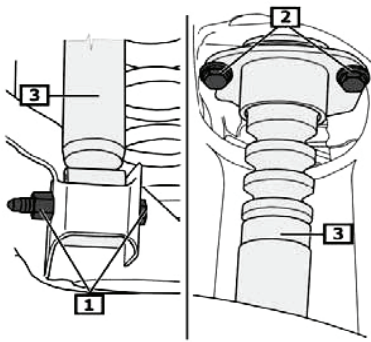
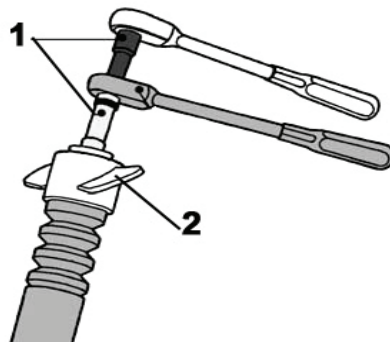

Fig. 8:
Fig. 9:
- **Fig. 8** Obere (2) und untere (1) Stoßdämpferbefestigungen entfernen.
- Stoßdämpfer (3) entnehmen.
- **Fig. 9** Stoßdämpfer in der Haltevorrichtung fest spannen und Kolbenstangenmutter mit Spezialwerkzeug (1) abschrauben.
- **Fig. 8** Remove upper (2) and lower (1) shock absorber attachments.
- Remove shock absorber (3).
- **Fig. 9** Clamp shock absorber securely in holding device and use a special tool to unscrew piston rod nut (1).
- **Fig. 8** Enlever la fixation de l'amortisseur supérieure (2) et inférieure (1).
- Enlever l'amortisseur (3).
- **Fig. 9** Tendre solidement l'amortisseur dans le dispositif de support et dévisser l'écrou de la tige de piston avec un outil spécial.
- **Fig. 8** Retirar la sujeción inferior (1) y superior (2) del amortiguador.
- Extraer el amortiguador (3).
- **Fig. 9** Fijar firmemente el amortiguador en un dispositivo apropiado y desenroscar la tuerca del eje del amortiguador con la herramienta especial (1).
- **Fig. 8** Dämpfer mit den Anbauteilen bestücken.
- **Fig. 9** Mitgelieferte Kolbenstangenmutter mit Spezialwerkzeug festschrauben (25 Nm).
- **Fig. 8** Assemble damper with add-on parts.
- **Fig. 9** Use a special tool to tighten the new (supplied) piston rod nut (25 Nm).
- **Fig. 8** Monter les composants sur l'amortisseur.
- **Fig. 9** Visser solidement l'écrou de la tige de piston joint à la commande avec un outil spécial (25 Nm).
- **Fig. 8** Equipar el amortiguador con las piezas adicionales.
- **Fig. 9** Apretar la tuerca del eje del amortiguador suministrada con una herramienta especial (25 Nm).